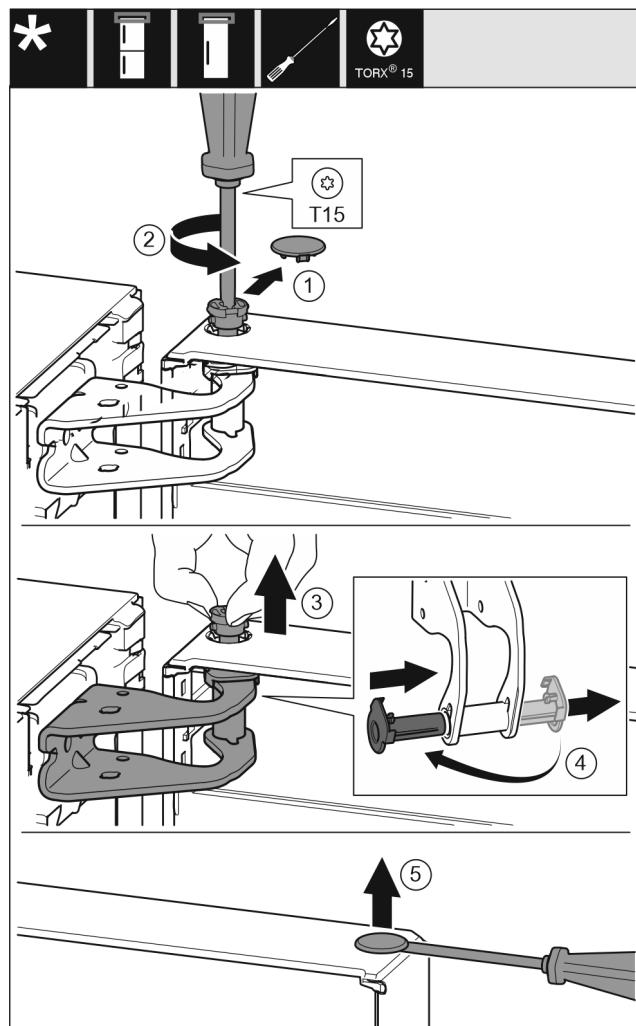

Fig. 7
- Обережно зніміть запобіжну кришку. *Fig. 7 (1)*
- Трохи викрутіть гвинт за допомогою викрутки T15. *Fig. 7 (2)*
- Притримуйте дверцята і витягніть палець руками. *Fig. 7 (3)*
- Витягніть із напрямної опорну втулку. Встановіть і зафіксуйте з іншого боку. *Fig. 7 (4)*
- За допомогою шліцевої викрутки обережно підйміть пробку із опорного втулка дверцят та витягніть її. *Fig. 7 (5)*